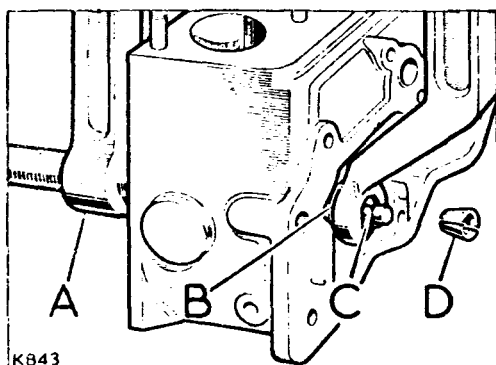

Fig. A4-78.- Desmontaje de válvulas.
2.1.- Utilizando el desmontaválvulas (A) (Fig. A4-78), extraer el conjunto de la válvula, muelle (B) y fiador (D). Mantener las piezas desmontadas por conjuntos.